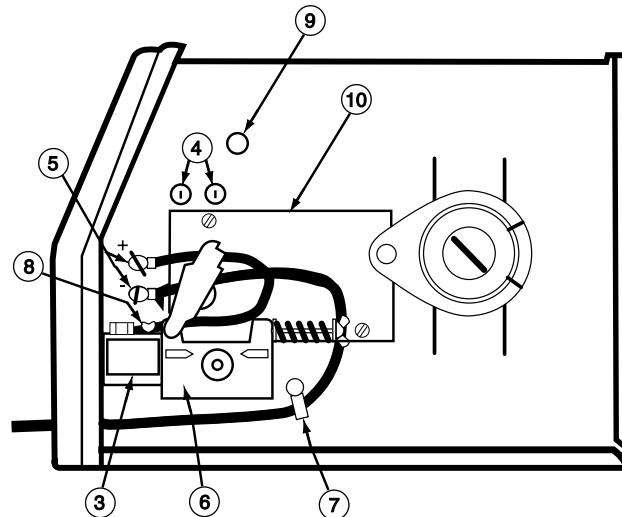

Figura 1
Véase la Figura 1
2. Pase la punta aislada del cable de trabajo que tiene la terminal de conexión a través del orificio pequeño para Acceso del Cable de Trabajo (1) al frente de la máquina.
3. Enrute el cable por debajo y atrás de la caja de engranajes del Mecanismo de Alimentación (6).
4. **Sólo para GMAW:** Véase la Figura 1. De fábrica la máquina viene conectada con una polaridad positiva de electrodo. Esta es la configuración adecuada para el proceso GMAW (MIG). Para terminar la instalación, utilice la tuerca que se proporciona para conectar la terminal del cable de trabajo a la terminal (5) de salida negativa (-) localizada debajo de la Caja de Engranajes de Alimentación de Alambre. Asegúrese que las tuercas estén bien apretadas.
1. Consulte la Figura 1. Desconecte la máquina o coloque el interruptor de encendido en la posición "O" (APAGADO).
2. Pase una por una las puntas aisladas de los cables de control del gatillo de la antorcha, a través de la Ranura de Acceso del Cable de Control y del Cable de la Antorcha (2) en el frente del gabinete. Los cables deberán pasar por debajo de la Caja de Engranajes de Alimentación de Alambre (6) y a través del Sujetador de Cable (7) en el panel interno.
3. Inserte el conector del cable conductor de la antorcha a través del Orificio de Acceso del Cable de la Antorcha (2), en el frente del gabinete de la MIG PAK. Asegúrese de que el conector entre totalmente en el bloque conector de latón. Si el conector de la antorcha no entra por completo, desenrosque un poco el tornillo mariposa del bloque conector. Gire el conector para que los cables de control queden abajo, y apriete el Tornillo Mariposa (8) del bloque conductor.